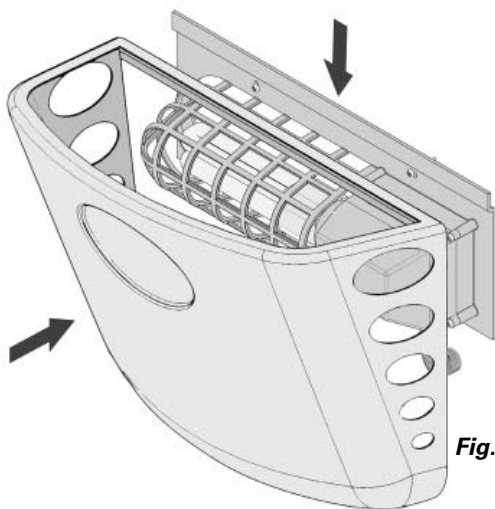

Fig.6
9. Mount the cover (with the sticking paper) into the bracket, taking care to slide the upper rim of the cover into the upper lip of the bracket (fig. 6).
9. Montez le couvercle (équipé de son papier collant) sur la partie centrale du support, en prenant soin que le bord supérieur du couvercle s'enfile dans la partie supérieure du support même (fig. 6).